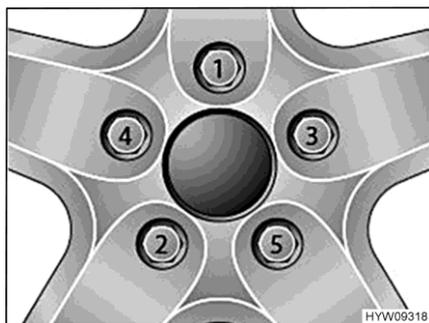

Fig. 122 Serraggio a croce di dadi delle ruote e bulloni delle ruote
- Serrare i dadi delle ruote o i bulloni delle ruote nell'ordine riportato in Fig. 122. A tale scopo, utilizzare una chiave dinamometrica e rispettare la coppia di serraggio indicata (vedi paragrafo 14.5).
- Controllare regolarmente il serraggio dei dadi o dei bulloni. Regolare il serraggio dei dadi delle ruote o dei bulloni delle ruote di una ruota sostituita dopo circa 50 km. A tale scopo, procedere seguendo l'ordine indicato in Fig. 122.
- Se si utilizzano cerchioni nuovi o riverniciati, regolare il serraggio dei bulloni o dei dadi dopo altri 1000 - 5000 km. A tale scopo, procedere seguendo l'ordine indicato in Fig. 122.